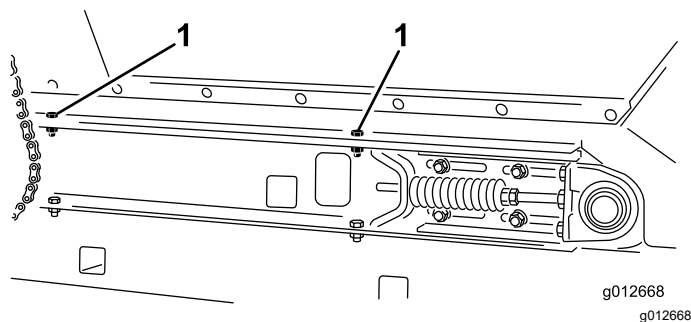

图 37
4. 在机器两侧用在 拆除滑行滚道 \(页码 19\) 中卸下的 2 个平头螺丝、2 个垫圈和 2 个锁紧螺母将料斗固定到滑行机架轨道上 图 37。